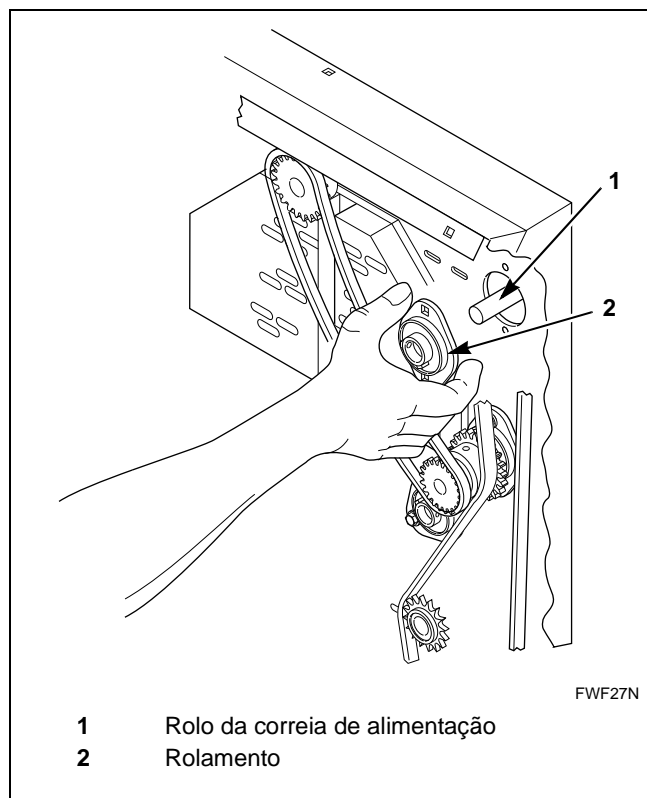

Figura 32
7. Remova o rolamento pressionando para a esquerda. Consulte *Figura 32*.